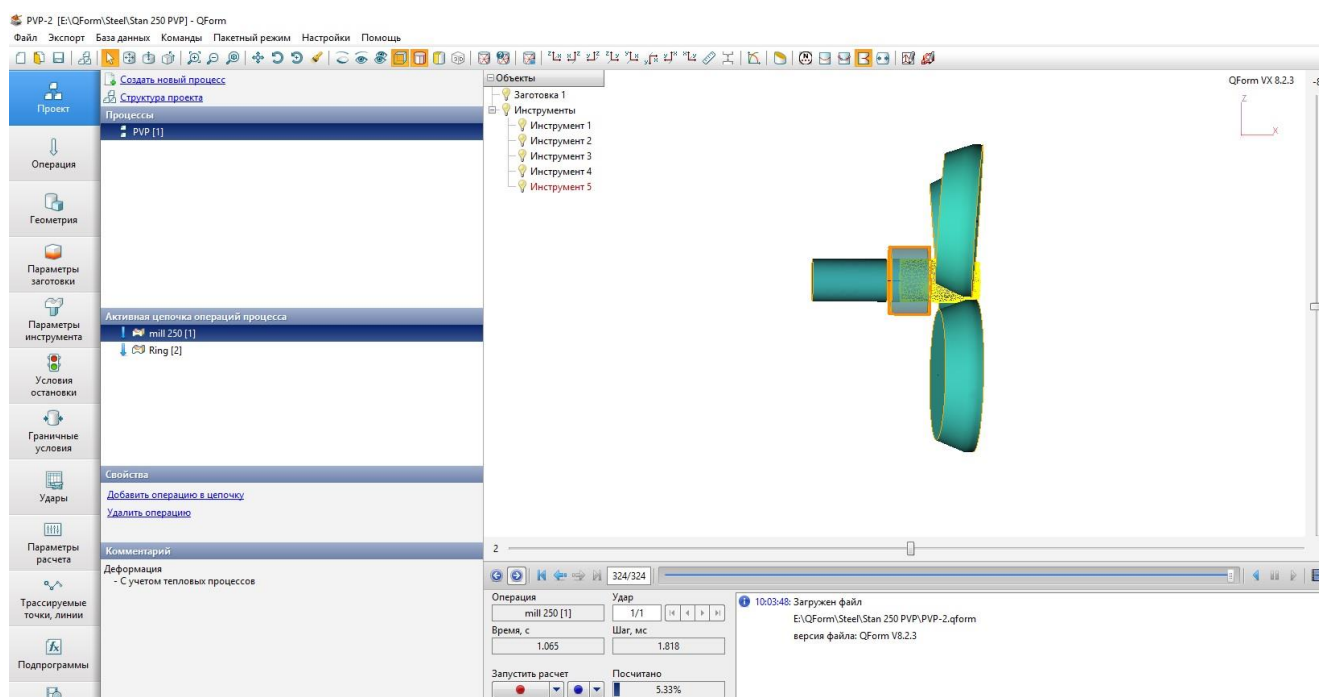

Рисунок 5.4 – Модель процесу прокатки циліндричної заготовки у тривалковому стані
8. Натискаємо кнопку **Расчет** и програма запропонує зберегти проект. Задаємо ім'я проекту та натискаємо *Сохранить*. Після цього почнеться розрахунок (рис. 5.4).